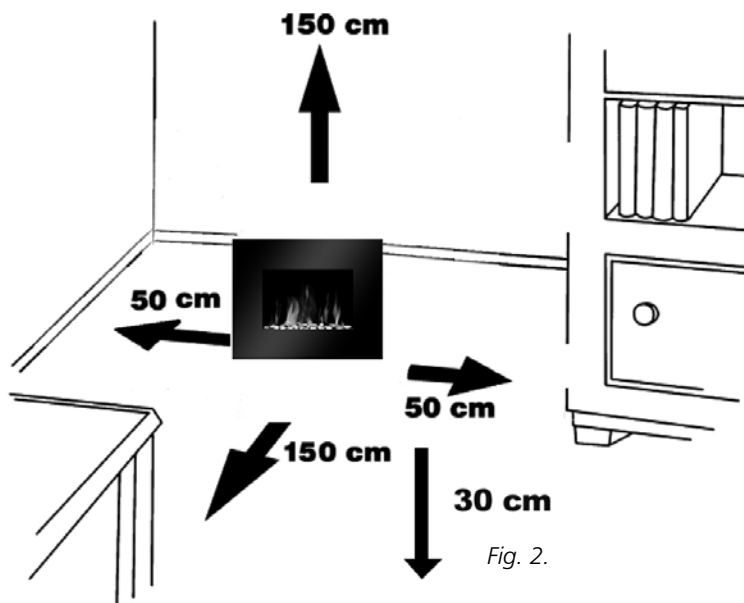

Fig. 2.
- As distâncias mínimas devem ser cumpridas (consultar fig. 2).